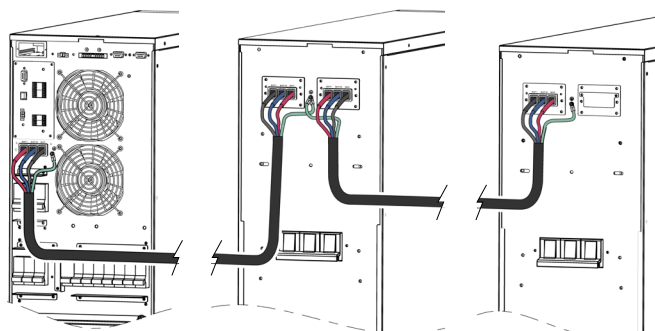
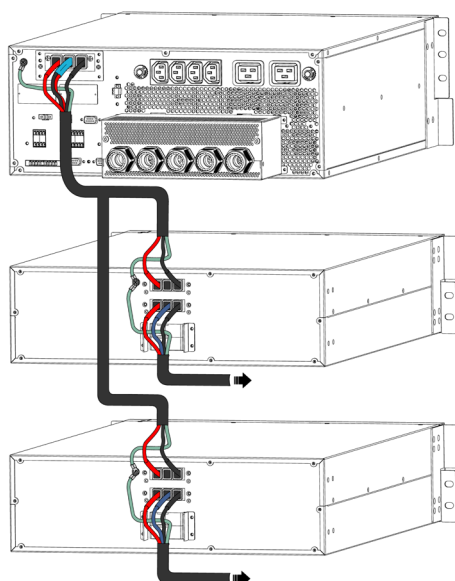

Fig. 43. Connexion entre l'onduleur et une ou plusieurs armoires de batteries.
Fig. 45. Raccordement entre l'onduleur version rack 15 et 20 kVA et une ou plusieurs armoires batteries.
l'onduleur au négatif des batteries ; une couleur de neutre de l'onduleur à la prise moyenne de batteries (N). Utiliser un câble vert-jaune pour interconnecter les prises de terre, voir Fig. 43. Les Fig. 8, Fig. 9 et Fig. 10 illustrent plus en détail les connecteurs de batteries et leur terre respective.
- Pour les autonomies étendues comprenant **plusieurs modules ou armoires de batteries**, la connexion sera toujours en parallèle entre eux et l'équipement (voir Fig. 43 à Fig. 45).